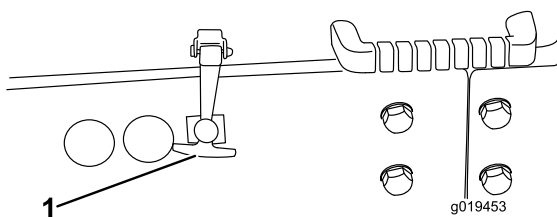

図 28
1. 平らな場所に駐車する。ラッチ 図 28を外し、フードを持ち上げる。